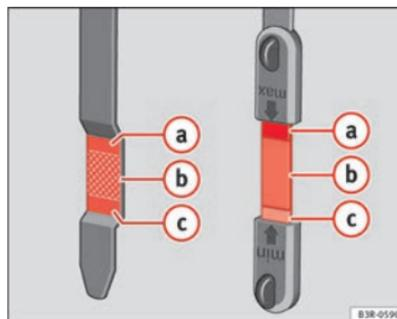

Fig. 166 Zonas marcadas en la varilla de medición de aceite
- A continuación, vuelva a extraerla y compruebe el nivel de aceite ⇒ fig. 166. En caso necesario, reponga aceite del motor ⇒ página 237.